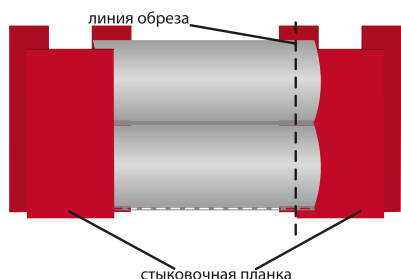

рис. 15
3. В случае, если необходимо отрезать панель под нужный размер, отметьте границу пересечения панели сайдинга со следующей планкой (стыковочной, угловой) и отрежьте панель по отмеченной границе до необходимой длины (рис. 15);